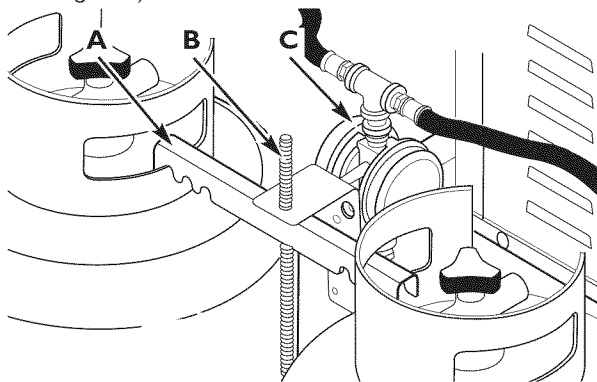

Figure 7 - Emplacement de l'assemblage boyau d'alimentation/régulateur
4. Glissez l'assemblage de boyau d'alimentation/régulateur au-dessus de la tige filetée de façon à ce qu'il soit en face de la génératrice en reposant sur le support de retenue (voir Figure 7).
4. Enlevez l'écrou à oreille de la tige filetée en tournant dans le sens ANTIHORAIRE. Soulevez et enlevez l'assemblage du boyau d'alimentation/régulateur de la tige filetée. Voir Figures 7 et 8.